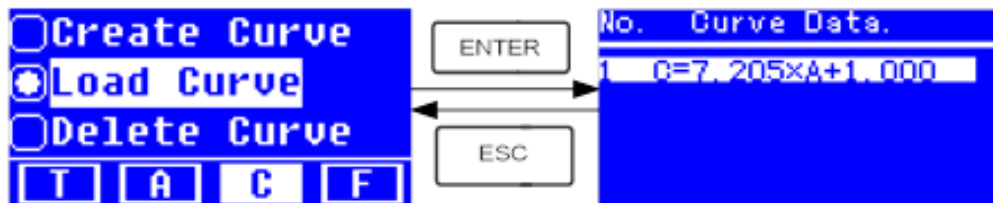
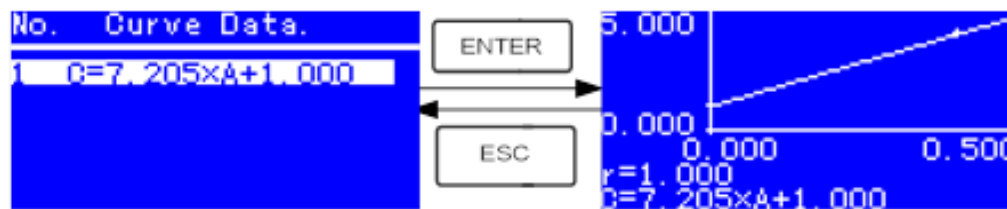

Figura 16
Figura 17
- 2 A continuación, el sistema entrará a la interfaz de registro de ecuación de curvas (figura 16).
- Mueva el cursor a la ecuación que necesita y presione **ENTER** para confirmar (figura 16). Luego se mostrará la curva correspondiente en la pantalla (figura 17).